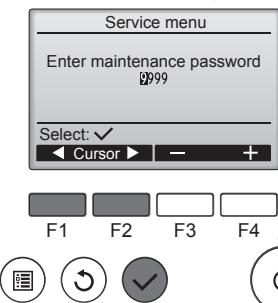

Fig. 6-2
① Välj "Service" på Huvudmenyn och tryck sedan på ②.
② När servicemenyn väljs ombeds du att ange ett lösenord. (Fig. 6-2)